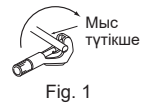

Fig. 1
- 1) Құбыр кескіштің көмегімен мыс түтікті дәл кесіңіз. (Fig. 1, 2)